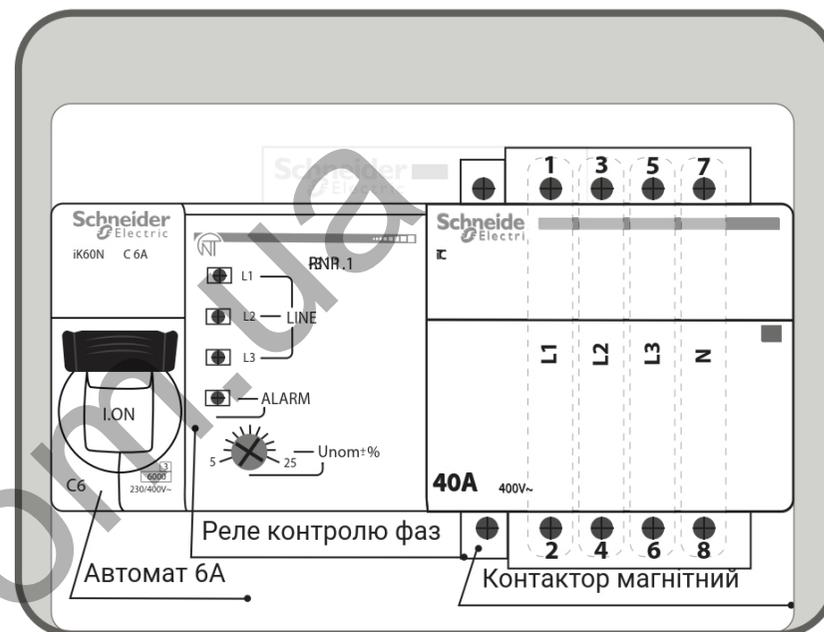

Рис. 1. Зображення БКФ
- автоматичного вимикача (Рис. 1. Автомат 6А);
- реле контролю фаз (Рис. 1. Реле контролю фаз);
положення “ON”. Блок БКФ запуситься і, якщо аварії на лінії відсутні і послідовність фаз вірна, замкне магнітний контактор, подавши напругу на навантаження. В іншому випадку реле напруги (Рис. 1: Реле контролю фаз), сповістить про несправності світлодіодом “ALARM”.